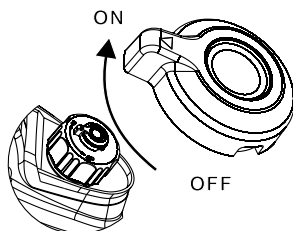

Figura 6: Ventilación del tanque de combustible - Sólo iGen2300
2. Gire la ventilación del tanque de combustible a la posición ON (solo iGen2300) (vea la Figura 6).